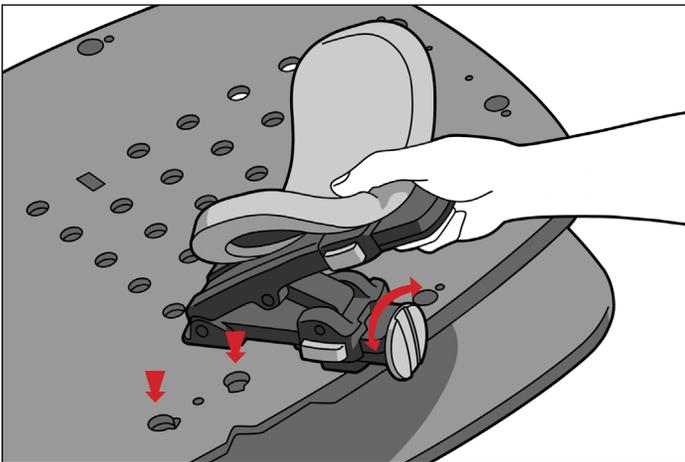

ABB. 11
1. Zum Anbringen der Armstütze lösen Sie den Knopf und setzen ihn an einer der beiden (mit „X“ und „Y“ markierten) Stellen ein. Ziehen Sie den Knopf fest, um die Armstütze auf der Patientenliegefläche zu arretieren (Abb. 11).